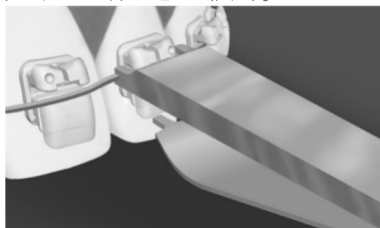

図 2
- (2) 3M ユニテック 開閉用 インストルメントに軽く圧をかけ、必要に応じて軽く揺らしながらワイヤーを確実にスロット底まで押し込む (図 2)。